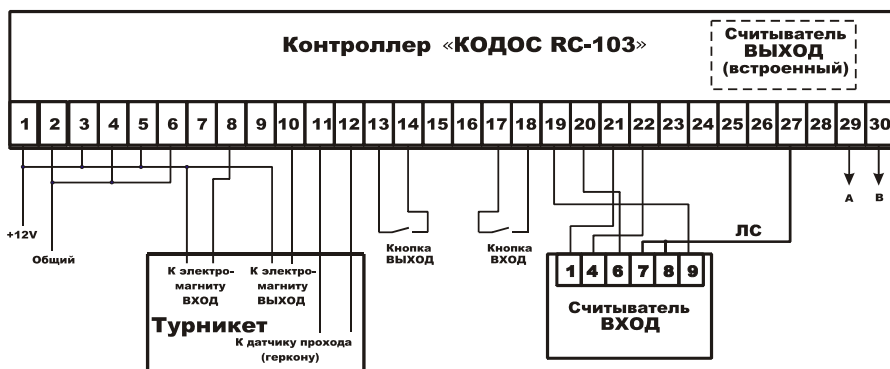

Рисунок 25 – Схема подключения (вариант 1)
- клеммы 7, 8 считывателя 1 при синхронизации подключаются к контакту 27 разъема Х3 контроллера (см. рисунок 25).